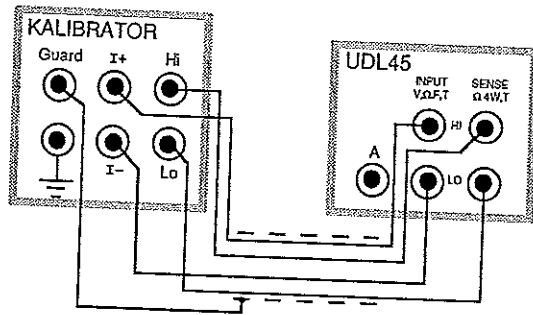

Bild 6-9 Anschluß des Kalibrators für Vierdraht Widerstände
- c) Kalibrator wie in Bild 6-9 mit geschirmten Kabeln anschließen.